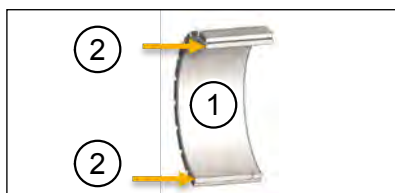

Abb. 16: Druckpunkte am Innenring
- Drücken Sie nur auf den Innenring (Pos. 1 in Abb. 16) des Rotors, wenn Sie diesen auf die Welle aufschieben. Die Druckpunkte (Pos. 2 in Abb. 16) sollen dabei gegenüberliegen.